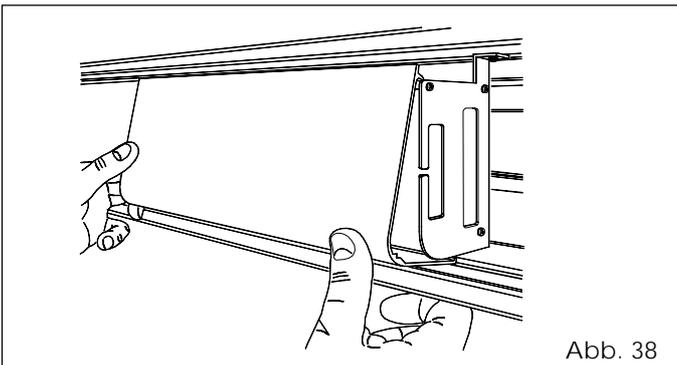

Abb. 38
- Um den Schutzdeckel wieder anzubringen, auf dem oberen Teil einhaken und dann laut Darstellung in Abb. 38 mit Druck befestigen.